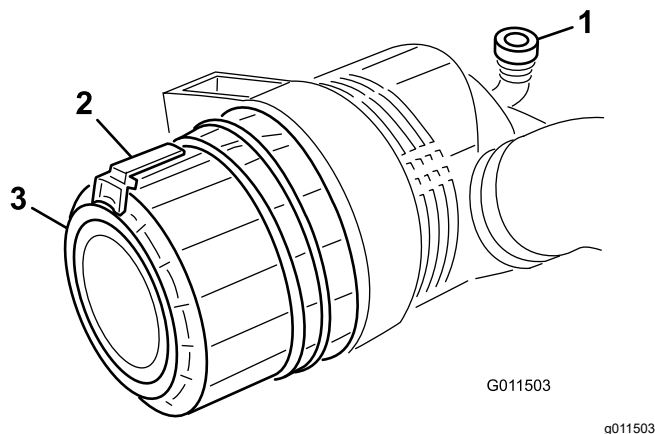

Figura 53
1. Puxe o trinco para fora e rode a cobertura do filtro de ar no sentido contrário ao dos ponteiros do relógio (Figura 53).